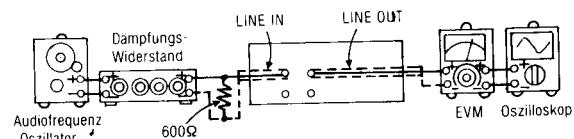

Abb. 8
- Der Testaufbau ist in Abb. 8 gezeigt.
- Falls sie nicht dem Standard-Wert entspricht, ist der Drehwiderstand 151 (linker Kanal) {Drehwiderstand 152 (rechter Kanal)} für TAPE ① und den Drehwiderstand 201 (linker Kanal) {Drehwiderstand 202 (rechter Kanal)} für TAPE ② zu justieren, und dann sind die Schritte (2), (3) und (4) zu Wiederholen, bis die Ausgangsleistung dem Standard-Wert entspricht.